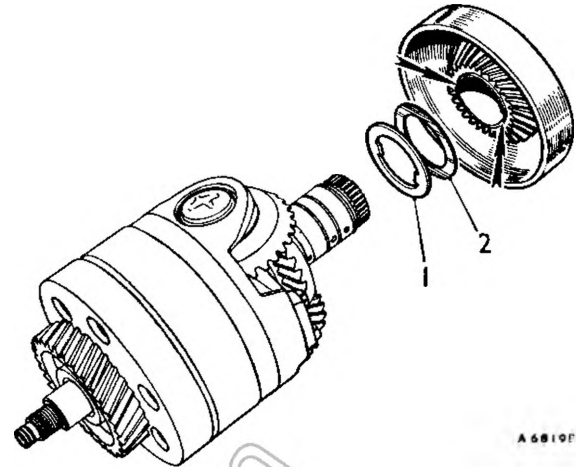

Fig. Fa. 54
26. Montare l' ingranaggio di reazione della 3a con relativa rosetta bimetallica: il lato di metallo bianco della rosetta va rivolto verso l' ingranaggio primario della R.M. (vedi Fig. Fa. 54) e gli spessori di acciaio vanno interposti tra l' ingranaggio e la rosetta bimetallica.
Fissare nella posizione corretta le rosette e gli spessori usando un lieve strato di vaselina, quindi montare il complessivo nel treno degli ingranaggi (vedi Fig. Fa. 54).